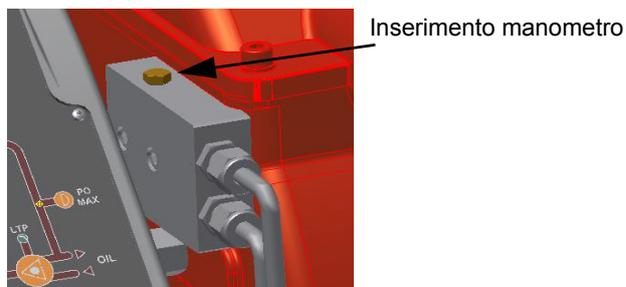

Fig. 9
- 6 La pressione di alimentazione ugello è già pre-tarata in fabbrica e non deve essere cambiata. Solo se necessario, regolare la pressione di alimentazione (vedi relativo paragrafo) nel modo seguente: inserire un manometro nella posizione indicata in Fig. 9 agire sulla vite di regolazione **VR** della pompa (vedi Fig. 8) fino ad ottenere una pressione all'ugello pari a 20 bar (ugelli Monarch o ugelli Bergonzo - vedere grafici a pag. 37);